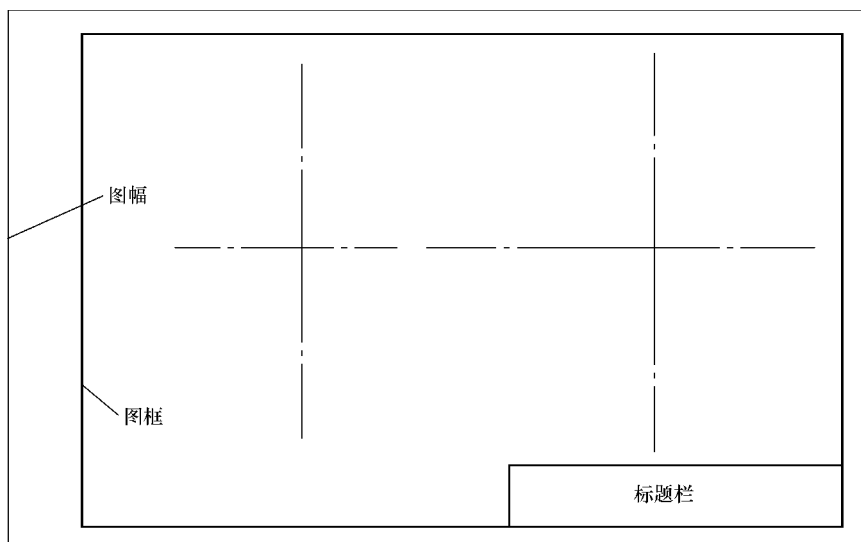

图 11-1 视图布置
- 3) 布置视图。根据各视图的轮廓尺寸，画出确定各视图位置的基线，如图 11-1 所示。画图基线包括：对称线、轴线、某一基面的投影线。注意各视图之间要留出标注尺寸的位置。